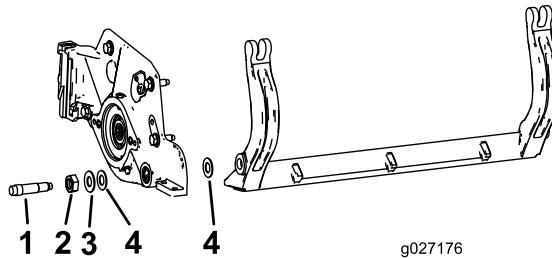

図 26
**注** ベッドバーの両端にナイロンワッシャ2枚とスチールワッシャ1枚があるので注意する 図 26。
**注** サイドプレートのボスの両側にナイロングワッシャを入れる。その外側からスチール製ワッシャを取り付ける図26。